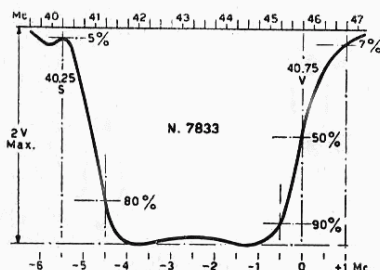

Fig. 36 - Fac-simile della curva di risposta della sezione a FI Cat. N. 7833 (televisori GTV 1016 e GTV 1042).
- 4) la curva di risposta finale deve risultare come indica la fig. 36;